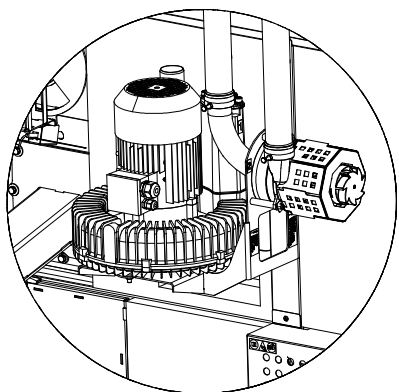

Fig: 6
- 3) Allentare i morsetti per tubi (A) sulla turbina di aspirazione difettosa con una chiave a forcina o ad anello da 10 in modo che i tubi possano essere staccati.
- 4) Rimuovere i cappucci di chiusura (B) della turbina d'emergenza (adesivo "TURBINA D'EMERGENZA"), sia dai supporti aria di aspirazione che di ritorno.
- 5) Montare il tubo di aspirazione della turbina principale (verde 1) sul tubo di aspirazione della turbina d'emergenza (verde 2) e avvitare ermeticamente. Smontare anche il tubo aria di ritorno della turbina principale (rosso 1) sui supporti aria di ritorno della turbina d'emergenza (rosso 2) e avvitare. vedere: Fig. 6